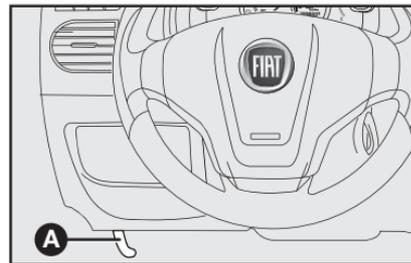

fig. 138
- 1) Tire de la palanca **A-fig. 138**;